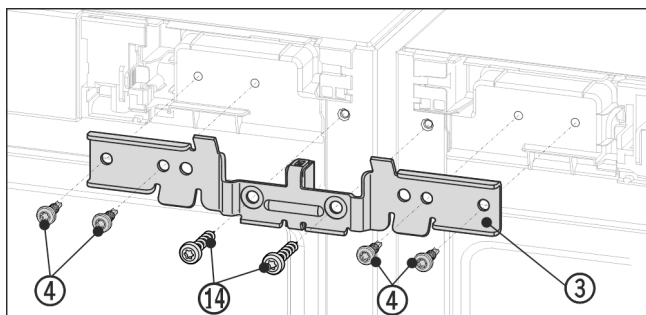

Fig. 12 Reprezentare exemplificativă
- ▶ Împingeți vinclul Fig. 12 (3) cu piesa de distanțare între aparate și pe cepuri. Prindeți vinclul în patru șuruburi Fig. 12 (4) și în cele două șuruburi pentru pământare Fig. 12 (14) alternant, pe dreapta și stânga fără a strânge.